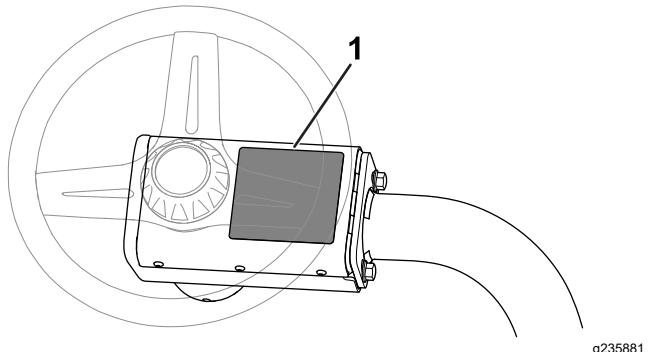

Figure 12
- **Autocollant de sécurité CE** : apposez l'autocollant de sécurité CE (réf. 139-8321) sur l'autocollant de sécurité existant (réf. 139-8320) situé sur le couvre-moyeu du volant ; voir Figure 12.